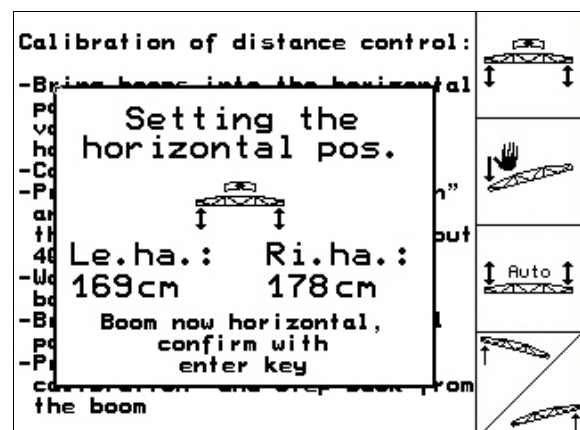

Fig. 28
4. med  og  tasterne rettes bommen op til vandret stilling. Sensorernes aktuelle højde bliver vist hele tiden (Fig. 28).